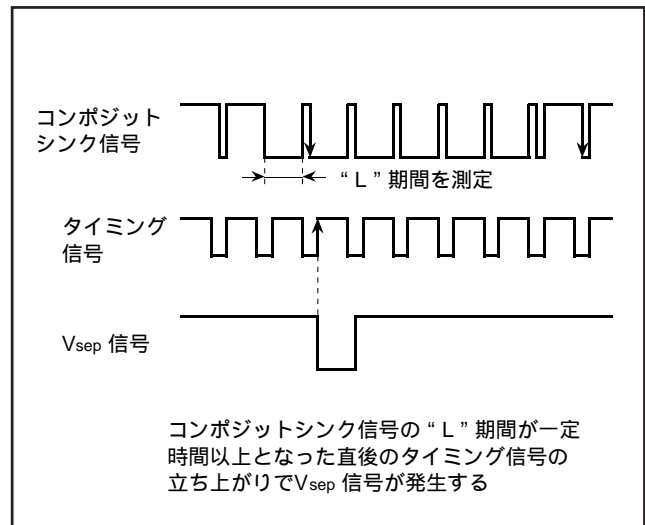

図 8.10.6 Vsep 発生タイミング (方法 2)
- ・方法 2 コンポジットシンク信号の“L”レベル幅を測定し、一定時間以上であれば、その“L”レベル直後のタイミング信号の“L”レベル期間中に、コンポジットシンク信号の立ち下がりがあるかを検出します。立ち下がりがある場合は、タイミング信号の立ち上がりに同期して Vsep 信号を発生します (図 8.10.6 参照)。
発生タイミングを図 8.10.6 に示します。図中のタイミング信号はタイミング発生回路が出力する基準クロックをもとに発生されます。